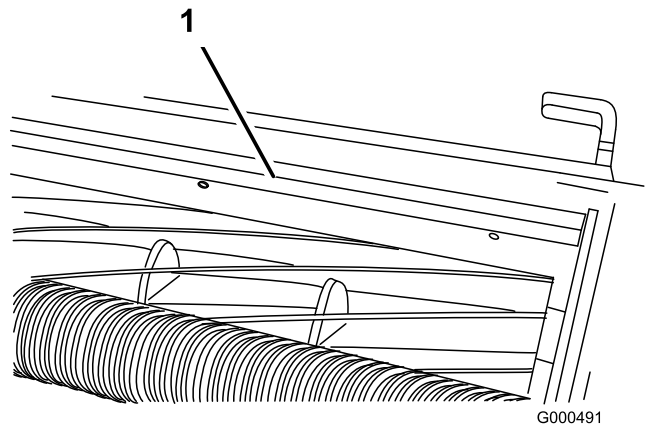

Figure 55
1. Desserrez les vis qui fixent la barre supérieure (Figure 55) au plateau de coupe.